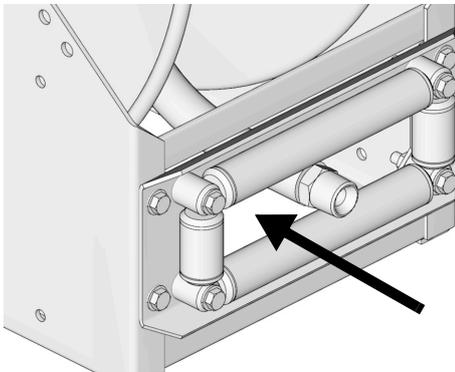

ABB. 15
- Das lose Schlauchende durch die Schlauchrollen führen und den Schlauch von Hand auf den Aufroller aufrollen und befestigen (ABB. 15).